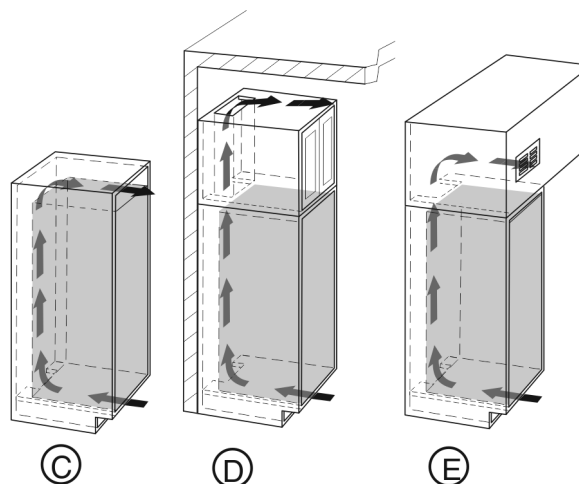

Fig. 6
- En lugar de montar la sección de ventilación superior directamente sobre el aparato con una rejilla de aire opcional *Fig. 6 (C)*, se puede instalar cerca del techo sobre el mueble *Fig. 6 (D)* o como rejilla para la salida del aire en un falso techo *Fig. 6 (E)*.